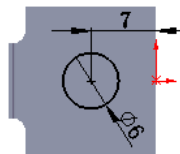

图 12.7.7 横断面草图
② 定义横断面草图。在草图环境中绘制图 12.7.7 所示的横断面草图。
(3) 定义切除深度属性。在“切除—拉伸”对话框 **方向 1** 区域的  下拉列表中选择 **给定深度** 选项，选中 ☒ **与厚度相等(L)** 复选框与 ☒ **正交切除(N)** 复选框。其他选择默认设置值。
(4) 单击  按钮，完成切除—拉伸 1 的创建。